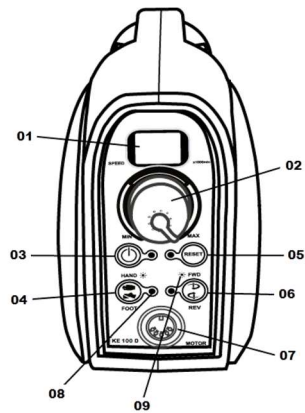

Abbildung 2 (Rückseite)
4. Lösen Sie mit einem Schraubendreher die Befestigungsschraube (03) und entfernen Sie die abgenutzten Kohlebürsten. (05) (Abb. 2)
5. Setzen Sie die neuen Kohlebürsten (05) in den Halter ein und befestigen die Kohlebürsten mit der Befestigungsschraube (03) ordnungsgemäß. Achten Sie hierbei auf den richtigen Sitz der Feder. (04)
04. Entnehmen Sie die Motorspindel (Abb. 2, 02)